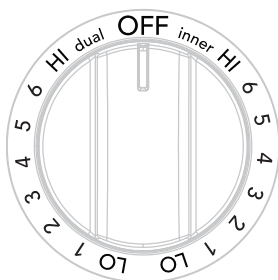

Figure 4 : Commande d'élément double pour brûleur de 9 ou 12 po.
2. Enfoncez le bouton de commande et tournez-le vers l'élément intérieur pour les petits ustensiles ou vers l'élément double pour les grands ustensiles (Voir Figure 4).